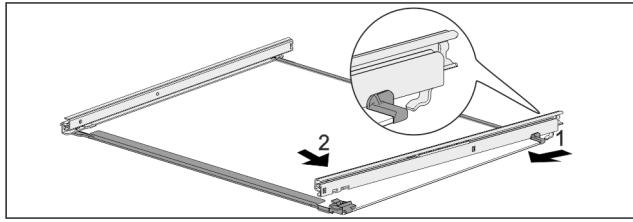

Fig. 121 Стеклянная пластина с направляющими
- Зацепите направляющую сзади. Fig. 121 (1)
- Зашелкните направляющую спереди. Fig. 121 (2)